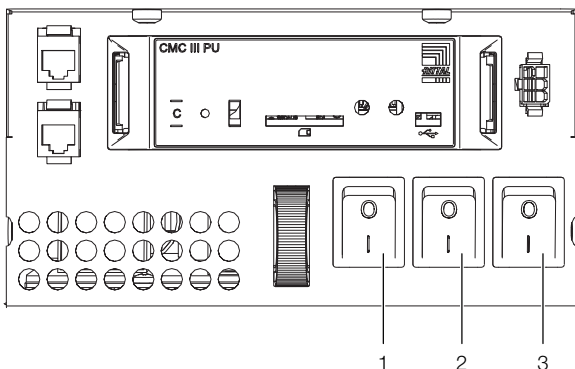

Fig. 44 : module électronique
Sur le LCP Inline affleurant, l'interrupteur Marche/Arrêt 3 (fig. 44, pos. 3) n'est pas occupé et donc sans fonction.